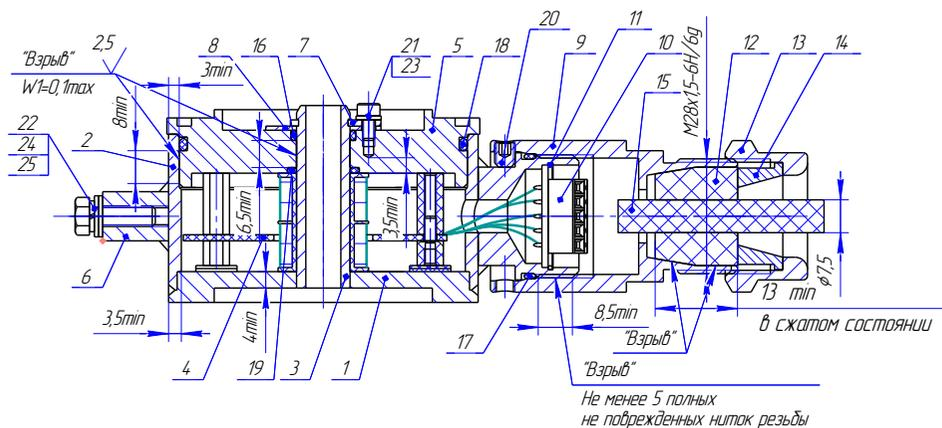

Рисунок 5. Датчик конечных положений затвора. Чертеж средств взрывозащиты.
Обозначения на рис. 1а,б,в: 1—корпус(Сталь 10X18Н9Л ГОСТ 977-88), 2—камера(Сталь 14X17Н2 ГОСТ 5632-72), 3—трубка разделительная(Сталь 12X18Н10Т ГОСТ 5632-72/14X17Н2 ГОСТ 5632-72), 4—электромагнитный привод (см.рис.3)), 5—сердечник (Сталь 14X17Н2 ГОСТ 5632-72), 6—кольцо (фторопласт Ф4К20 ТУ 6-05-1413-76), 7—пружина (Проволока ВО-2 ТУ3-1002-77), 8—шток (Сталь 12X18Н10Т ГОСТ 5632-72), 9—затвор (Сталь 14X17Н2 ГОСТ 5632-72), 10—вкладыш (Сталь 14X17Н2 ГОСТ 5632-72), 11—вставка (Сталь 14X17Н2 ГОСТ 5632-72), 12—кольцо (фторопаст-4 ГОСТ 10007-80 Е), 13—гайка (Сталь 09Г2С ГОСТ19281-89), 14—шток (Сталь 12X18Н10Т ГОСТ 5632-72), 15—гильза (Сталь 09Г2С ГОСТ19281-89), 16—ручка (Сталь 12X18Н10Т ГОСТ 5632-72), 17—скоба (Сталь 12X18Н10Т ГОСТ 5632-72), 18—втулка (Сталь 12X18Н10Т ГОСТ 5632-72), 20,21,22,23,24—кольца уплотнительные (резиновая смесь. Марка в зависимости от исполнения), 25—винт А2 DIN127, 26— камера (Сталь 14X17Н2 ГОСТ 5632-72)/Датчик конечных положений затвора (рис.5).
7.2.5 Подключение к датчику положения затвора СЕНС-ДКП, СЕНС-ДКП-ХЛ вести в следующей последовательности (рис.5, 7):